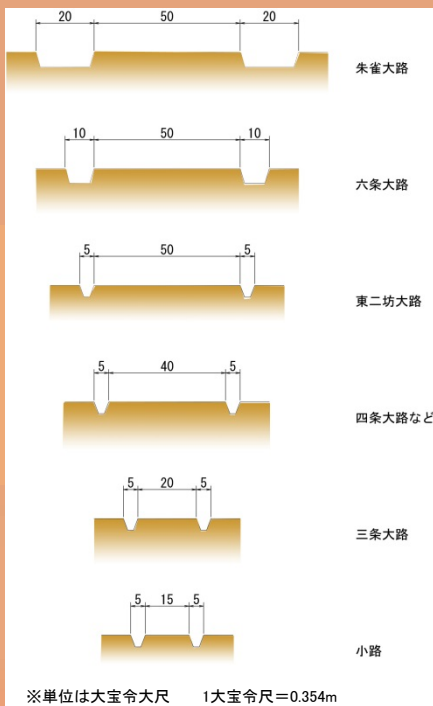

図1 藤原京における道路及び側溝の形状
- ・藤原京：西洋とは異なり**道路を舗装する考えがなかった**。そのため、**道路に側溝を設けて水吐を良くし**物資輸送用の牛車を走りやすくした。(図1)